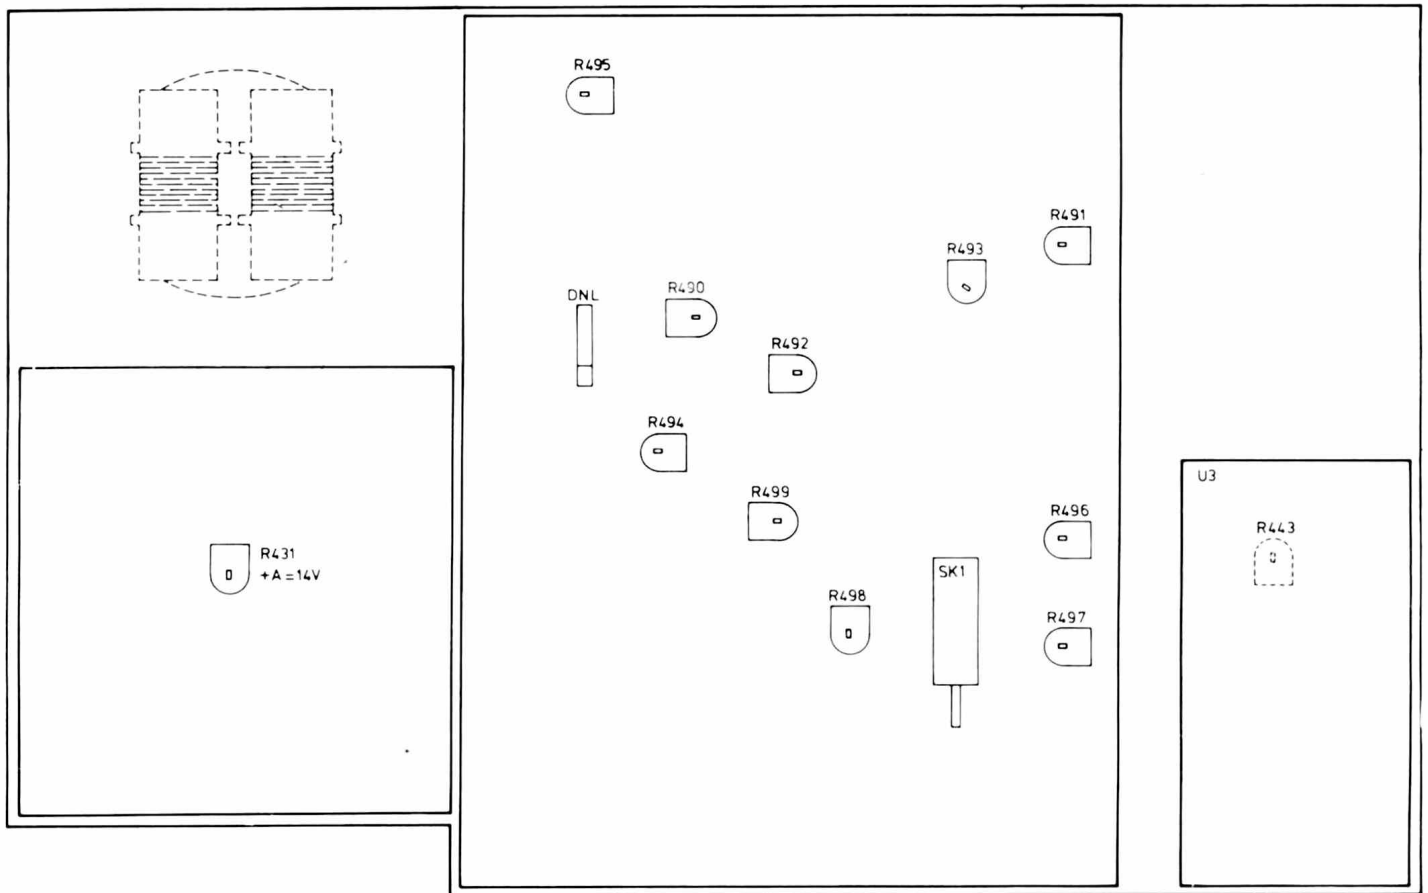

Fig. 10
I. REGLAGE DE LA SENSIBILITE DE REPRODUCTION ET DES VU-METRES (Fig. 10 + 13)
II. REGLAGE DU COURANT DE PREMAGNETISATION (Fig. 10)
IV. REGLAGE DE LA SENSIBILITE D'ENREGISTREMENT (Fig. 10 + 13)
V. REGLAGE DE LA VITESSE DE DEFILEMENT (fig. 10 + 13)